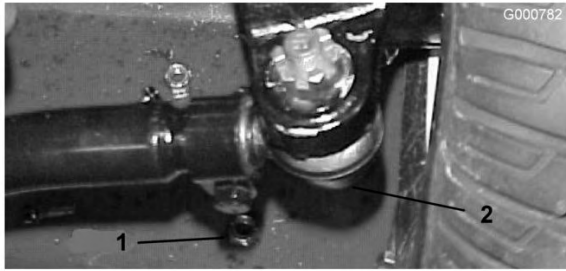

図 70
アクスル・ケースのサポート（図 70）から外す。
3. タイロッド両側のクランプをゆるめる（図 70）。